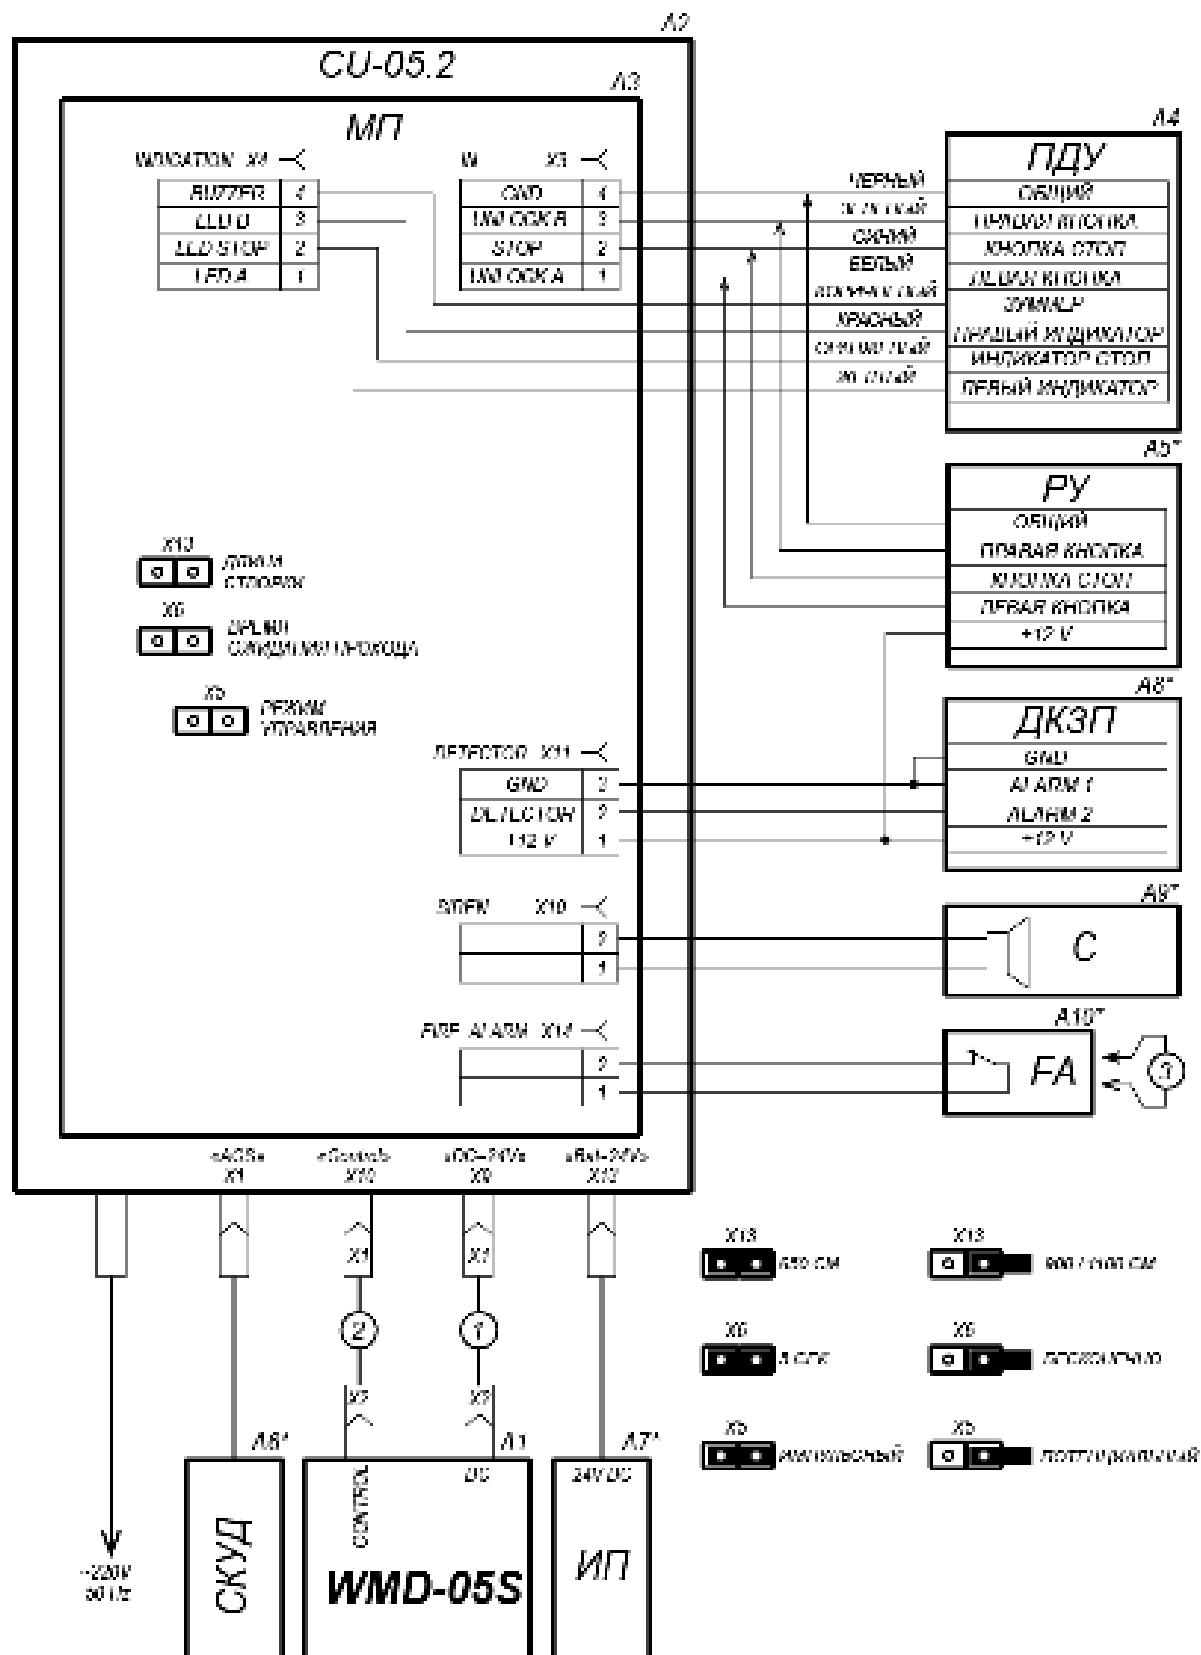

Рисунок 7. Схема подключения калитки¹
- кабель питания (11) к разъему «DC=24V»;
- кабель ПДУ (12) протяните через предназначенный для него кабельный ввод внутрь блока управления и подключите к клеммным колодкам **X3** и **X4** модуля процессорного в соответствии с рис. 5 и рис. 7.
12. Подключите устройство, подающее сигнал аварийной разблокировки для чего: протяните кабель через кабельный ввод «ALARM» внутрь блока управления, снимите перемычку с клеммной колодки **X14** модуля процессорного и подключите кабель в соответствии с рис. 5 и рис. 7.